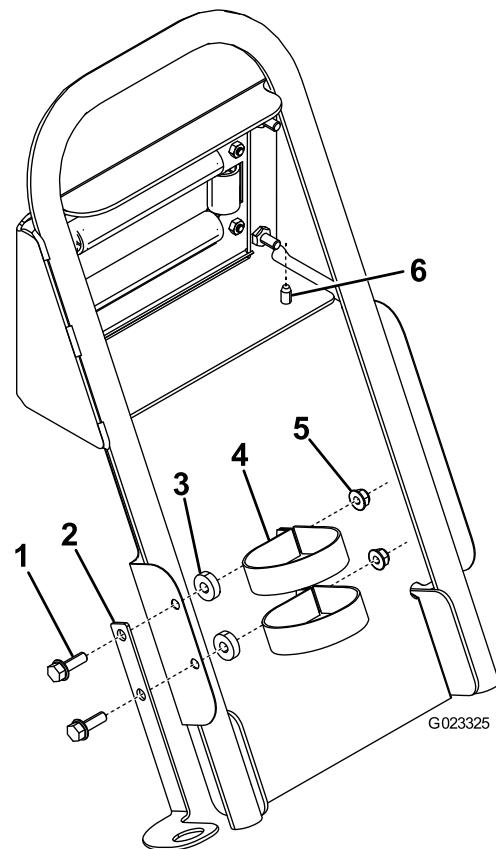

Figure 9
- 7. Fixez le haut du pare-boue à la poignée au moyen de 2 vis autotaraudeuses (Figure 9).
- 8. Fixez le support du pistolet pulvérisateur au pare-boue comme montré à la Figure 9.